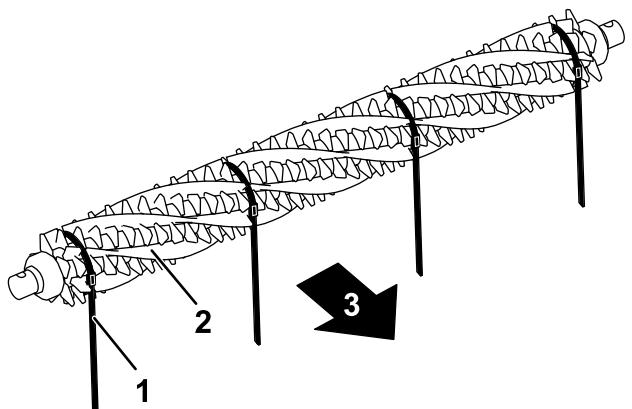

Рисунок 16
- С одной стороны барабана механической щетки вставьте щетину в каждую канавку по всей длине барабана механической щетки (Рисунок 16).
Внимание: Оберните крепежные ленты вокруг узла ножей и щеток механического уборочного блока-щетки в направлении, соответствующем основному направлению вращения. На Рисунок 16 показаны ленты, установленные для вращения в прямом направлении.